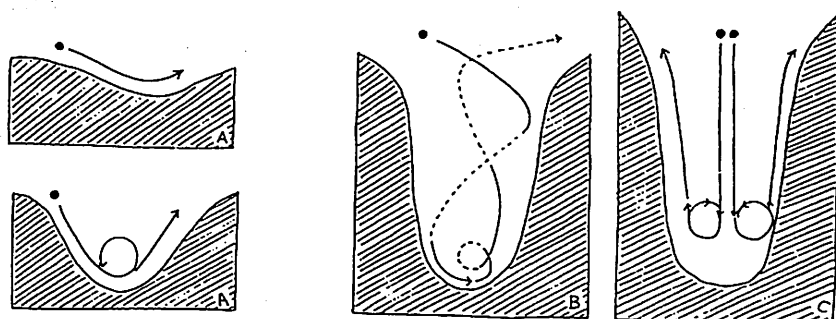

図80 水蝕の三基本形 (Alexander)
(1) 溝穴型 (図80 A) —— 岩盤の節理等にそう細長い溝状のもの。スプーン状と言えるが、これが連結すると、マルノミですき彫りした形となる (深さ5 cm、長さ1 m以上)。
(2) 甌穴型 (かめ穴、図80 B) —— ある程度の大きさ以下の砂礫を道具として渦流により側壁を磨蝕、打撃して洗掘りする。狭義のポット・フォールで内壁にはらせん状の溝ないし条痕がみられる。
(3) 滝壺型 (図80 C) —— 落下水による円筒流と水圧による打撃やもぎとりなどにより生じたもので、深い淵を造る。華厳の滝の後退した跡にはこのタイプのえぐれが大谷川ぞいにくつも観察されている。その他、